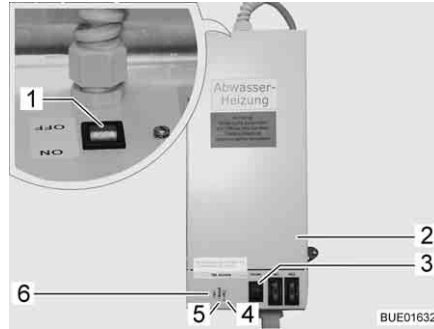

Bild 234 Transformator med regulator
Transformatorn 230 V AC/12 V DC (Bild 234,2) är beroende på modell monterad i klädskåpet eller i den främre bänken på sittgruppen.
- Kontrollampa (Bild 234,5) lyser grönt: Regulator aktiv.
- Kontrollamporna (Bild 234,4 och 6) lyser rött: Avloppsledningarna värms upp.
I huset sitter en återfjädrande kontrollknapp (Bild 234,3) med vilken regulatorn kan tas i drift under en kort tid. Genom att trycka på den återfjädrande kontrollknappen låter sig uppvärmningen testas, även när omgivningstemperaturen ligger över 5 °C.
- Ställ brytaren (Bild 234,1) på transformatorn (Bild 234,2) på "ON".
- Ställ brytaren (Bild 234,1) på transformatorn (Bild 234,2) på "OFF".